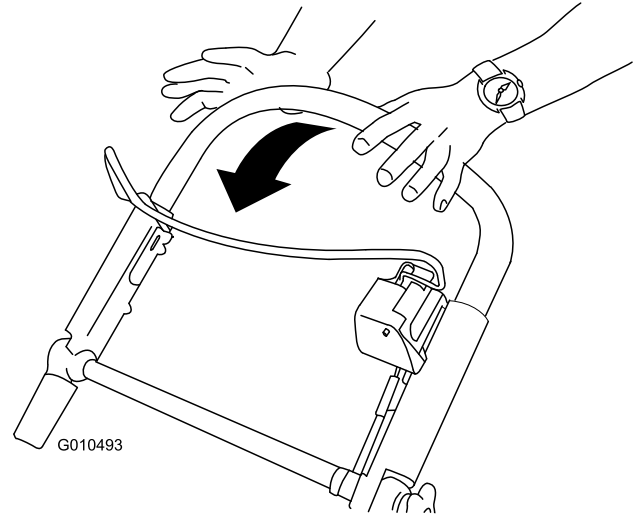

Figuur 26
2. Houd de bedieningsstang van het maimes tegen de handgreep (Figuur 26).